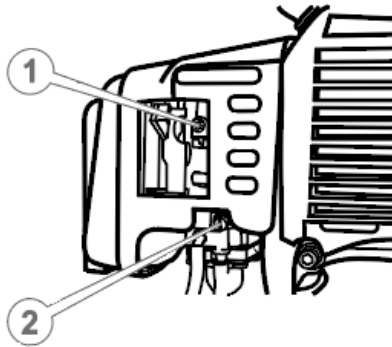

Рисунок 17. Схема розташування гвинтів регулювання карбюратора.
2. Налаштувати карбюратор, використовуючи регульовальні гвинти подачі палива (2, рис. 17) та холостого ходу (1, рис. 17) у напрямку руху годинникової стрілки до упору. Не докладати зусиль під час обертання гвинтів.